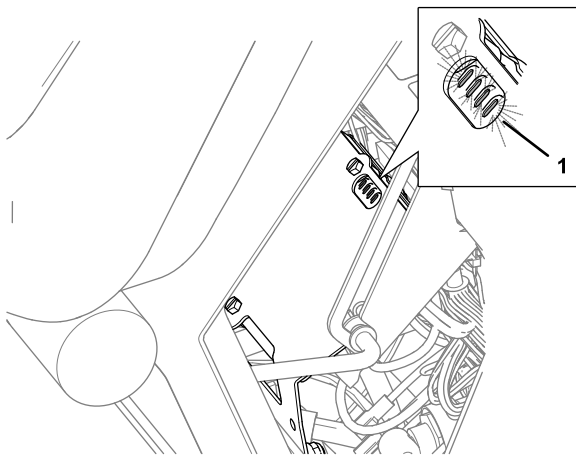

Figura 267
- Módem – se encienden los indicadores LED (Figura 267).